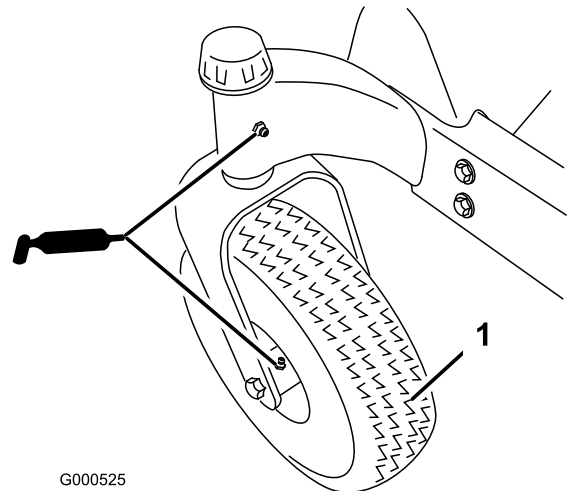
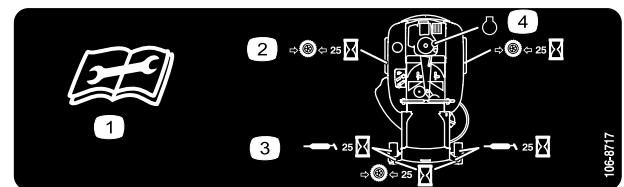

Bild 19
Bild 20
Fetten Sie die vorderen Laufradgelenke und -räder ein (Bild 19).
3. Reinigen Sie die Schmiernippel (Bild 19 und Bild 20) mit einem Lappen. Kratzen Sie bei Bedarf Farbe vorne von den Nippeln ab.
4. Setzen Sie die Fettprüsser nacheinander an allen Nippeln an (Bild 19 und Bild 20). Fetten Sie die Nippel, bis das Fett beginnt, aus den Lagern auszutreten.